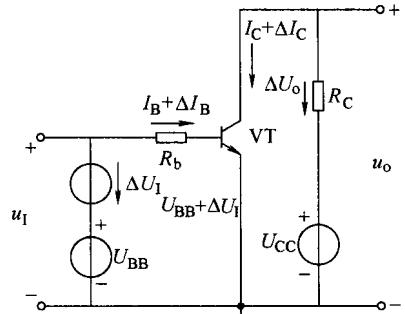

图 1-12 共发射极放大电路
(3) 晶体管的电流放大作用 在图 1-12 所示的放大电路中，若在基极输入端接入一个输入信号电压  $\Delta U_I$ ，则  $u_I = U_{BB} + \Delta U_I$ ，由于发射结两端电压的变化引起了基极电流的变化，集电极电流也会发生相应的变化，它们的变化量分别用  $\Delta I_B$  和  $\Delta I_C$  表示。 $\Delta I_C$  和  $\Delta I_B$  的比值称为共发射极交流电流放大系数，用  $\beta$  表示。